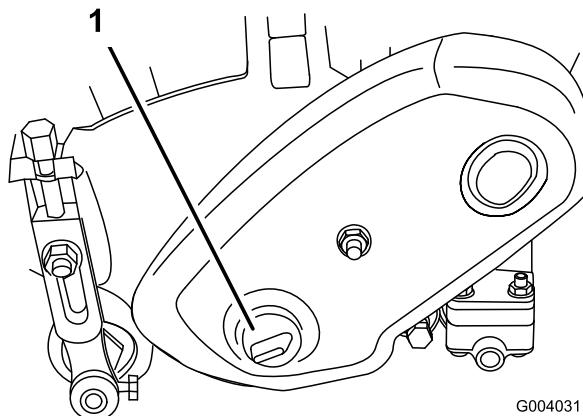

Figura 59
1. Togliete il tappo dal carter del comando del cilindro, a sinistra del gruppo cilindro (Figura 59)